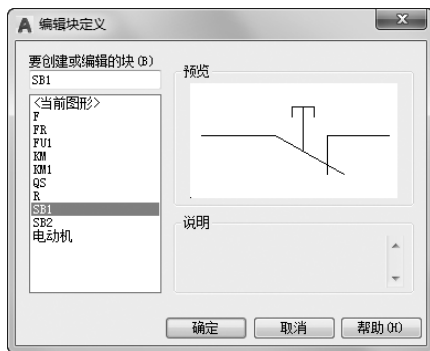

图 6-117 “编辑块定义”对话框
(25) 双击插入图形的 SB2 图块，打开“编辑块定义”对话框，如图 6-117 所示，单击“确定”按钮。